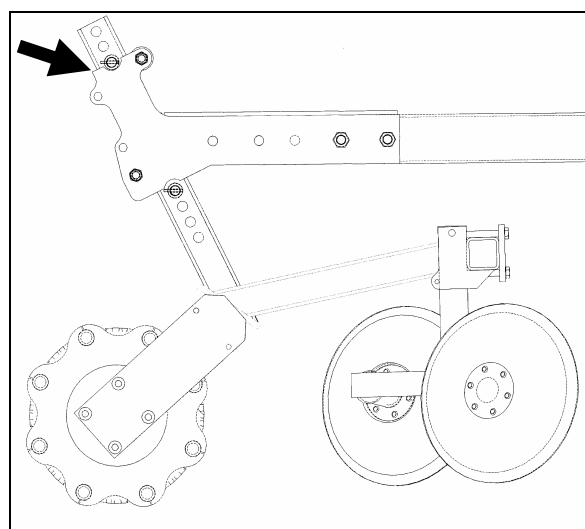

Рисунок 13
- В некоторых случаях возникают трудности с входом зубьев в грунт. В этом случае установите верхние штифты установочных стоек непосредственно над держателями (см. рисунок 13), чтобы повесить нагрузку на раму.